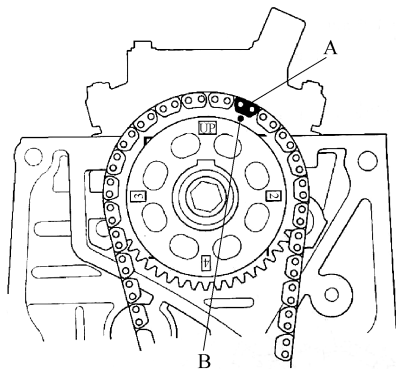

图 2-106 使彩色链节对正凸轮轴链轮标记
4) 使彩色链节(A)与凸轮轴链轮上的标记(B)对齐,将正时链条安装在凸轮轴链轮上,如图 2-106 所示。